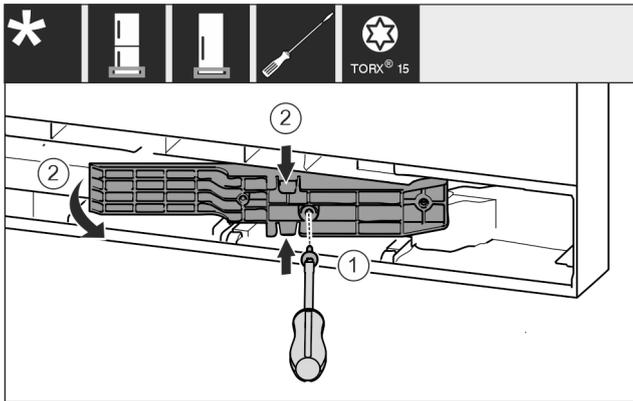

Fig. 16
- ▶ Schrauben mit Schraubendreher T15 lösen. Fig. 16 (1)
- ▶ Adapterstück herausziehen. Fig. 16 (2)